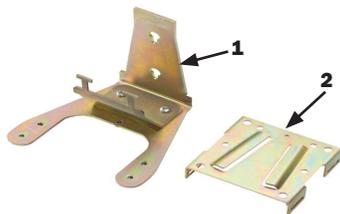

Рисунок 22
15.1 Установка муфты на опоре или стене здания выполняется с применением: «Кронштейн для подвески муфты МКО-С7» ГК-У909.06.001 (далее - кронштейн; заказывается отдельно). Кронштейн состоит из двух частей: основания (2) и ответной части (скобы 1) рисунок 22.